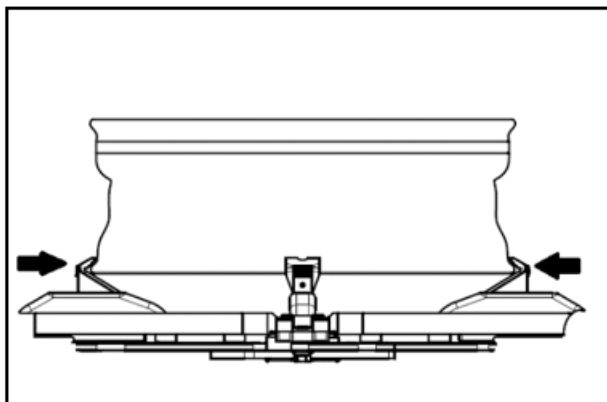
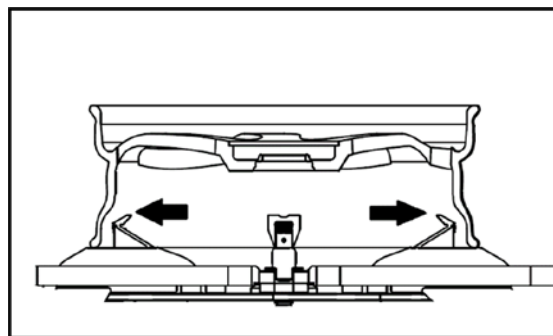

FIG24
FIG25
- Placer hjulet, hvor dækket er løsnet fra fælgen, på drejebordn og tråd på spændepedalen (FIG2-11) for at spænde fælgen fast. Du kan vælge enten ydre spænding (FIG24) eller indre spænding (FIG25), afhængig af fælgens type.